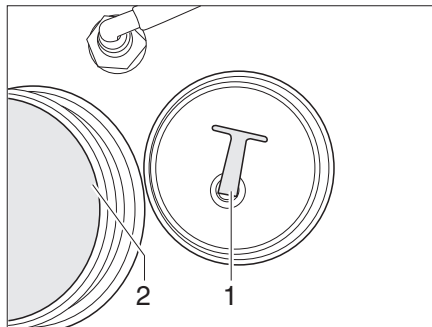

Fig. 136 Depósito de agua
- Desenroscar la tapa de cierre (Fig. 136,2).
- Desenroscar la tapa de cierre (Fig. 136,2) del depósito de agua.
- Extraer o desenroscar el tapón de cierre (Fig. 136,1) del orificio de salida. Se vacía el agua.